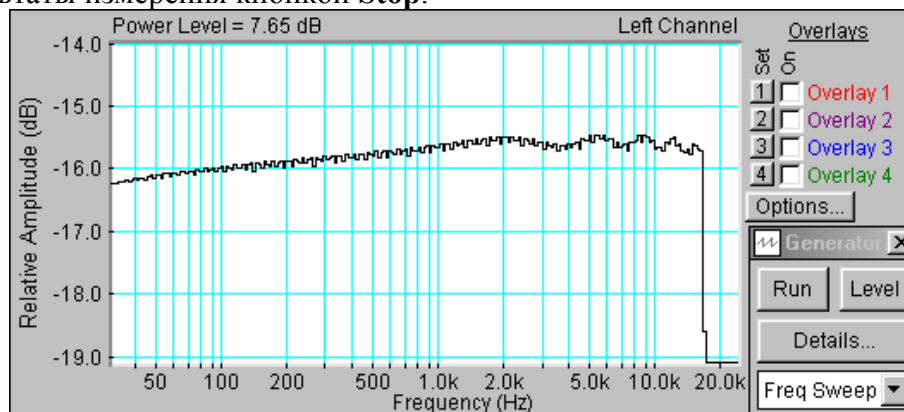

Рис.1.12. Спектр сигнала скользящего тона с логарифмическим законом изменения частоты
- Скопируйте график спектра сигнала скользящего тона (рис.1.12) в файл вашего отчета.